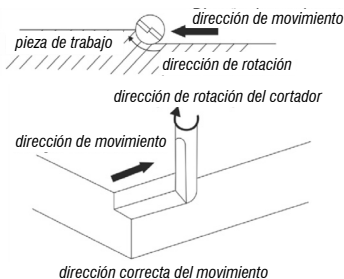

Fig. 6 – Fresando cantos y bordes
3. *Mueva la rebajadora en el sentido indicado en la Fig. 6, manteniendo la rebajadora nivelada y con avance suave y constante para un mejor acabado.*